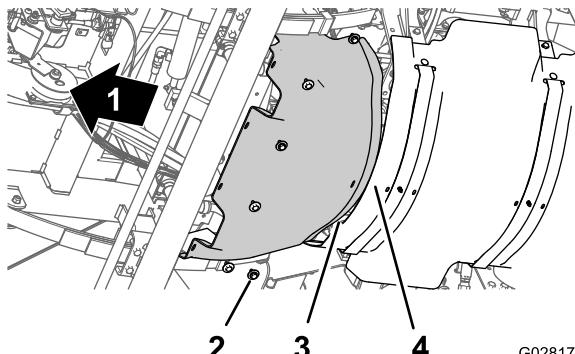

Рисунок 66
1. Расположите задний фланец переднего теплоизолирующего экрана над передним фланцем заднего теплоизолирующего экрана, выровняв их по краям (Рисунок 66).
2. Совместите отверстия в переднем теплоизолирующем экране с резьбовыми отверстиями в шасси (Рисунок 66).
3. Установите передний теплоизолирующий экран на машину с помощью 6 болтов с шестигранными головками и 6 шайб (Рисунок 66), снятых на этапе 3 раздела Демонтаж переднего теплоизолирующего экрана \(страница 61\).